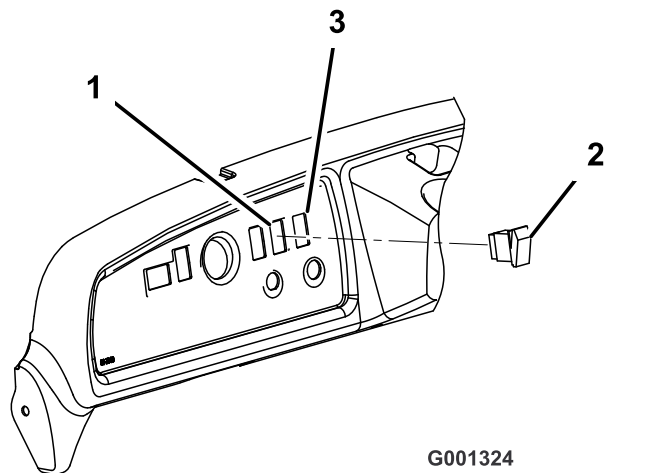

図 7
2. ダッシュボード上の打ち抜きプラグステアリングタワーよりも右側、キースwitchの上面にあるものを打ち抜いて外す図 7。
5. 荷台昇降スイッチの上パドルを押してアクチュエータを伸ばす図 7。
6. 上パドルが 12 位置になるようにして、荷台昇降スイッチをダッシュボードの穴に取り付ける図 7。